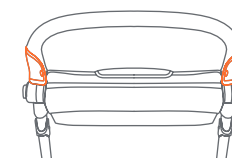

Fig. 9
- 9) • Attachez le plateau parent au cadre de la poussette en enveloppant les extrémités autour des poignées du cadre. Fixez les fermoirs du cadre avec les fermoirs du plateau parent (Fig. 9).